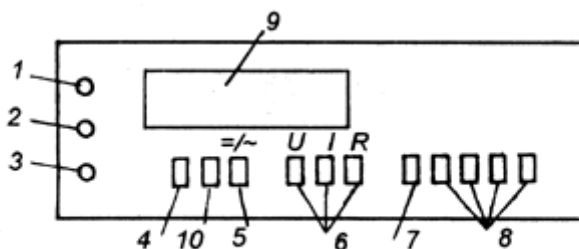

Рис. 1
1. Универсальный прибор — вольтамперомметр (рис. 1)